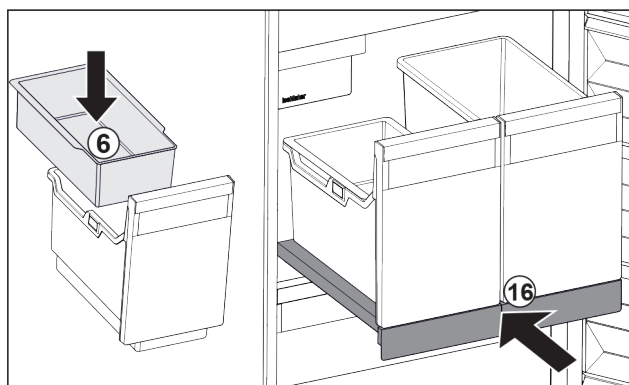

Fig. 96
- ▶ Vstavite obešalno skodelico Fig. 96 (6) za ledene kocke.
- ▶ Vstavite izvlečno polico s posodo (IceTower). Fig. 96 (16)